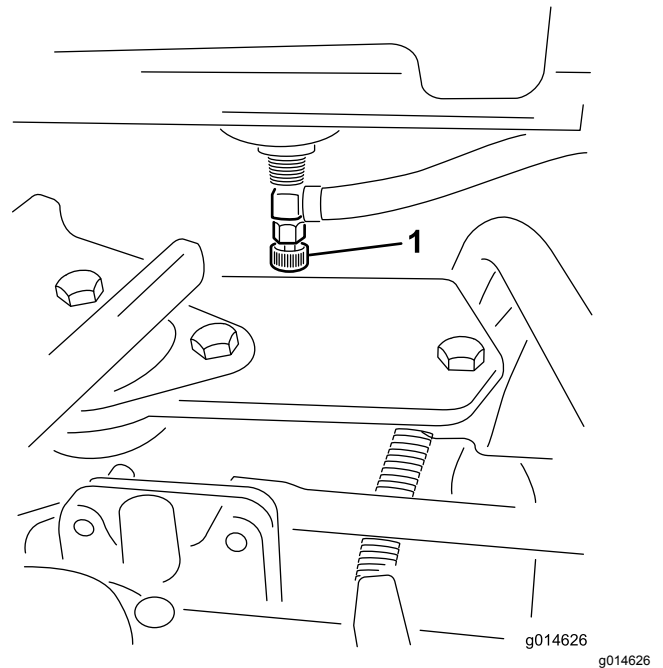

Figura 45
1. Cierre la válvula de cierre del combustible (Figura 45), situada debajo del depósito de combustible.